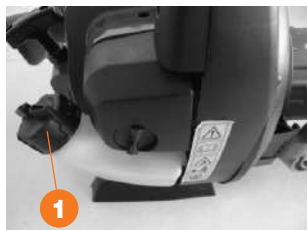

Рис. 35
- Открутите крышку заливной горловины ❶ (рис. 35).